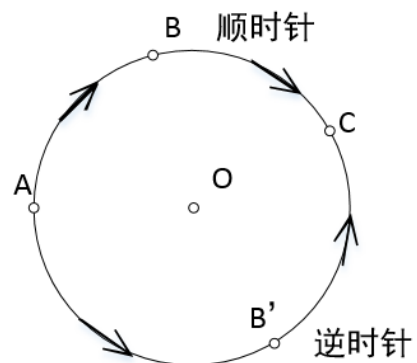

图 8.3 圆心终点圆弧插补模式
2) Circle\_Mode=1, 表示圆心与终点模式的圆弧, 如图 8.3 所示。